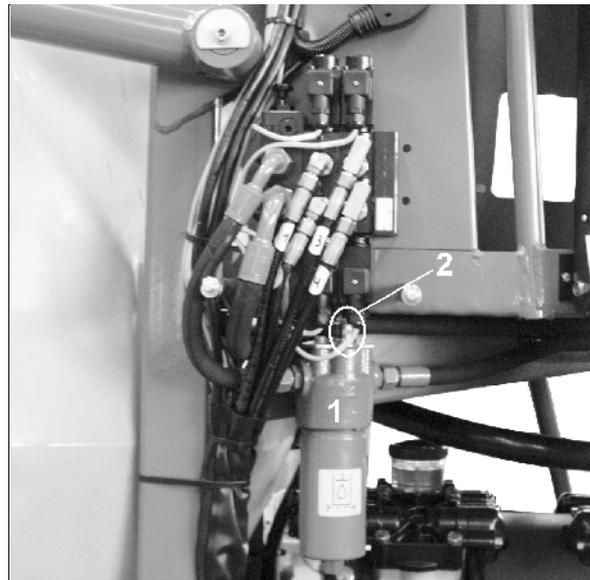

Fig. 23
Der Ölfilter (Fig. 23/1) mit seiner Verschmutzungsanzeige (Fig. 23/2) kontrolliert die Verschmutzung des Hydrauliköls.
- Die Verschmutzungsanzeige (Fig. 23/2) regelmäßig kontrollieren, um die ordnungsgemäße Funktion der Hydraulik-Anlage und ihrer Bauteile sicherzustellen.
- Tauschen Sie den Ölfilter (Fig. 23/1) unverzüglich aus, wenn statt des grünen ein roter Ring sichtbar ist.
Tauschen Sie den Ölfilter (Fig. 23/1) nur im drucklosen Zustand der Hydraulik-Anlage! Sonst Verletzungsgefahr durch unter hohem Druck austretendes Hydrauliköl.